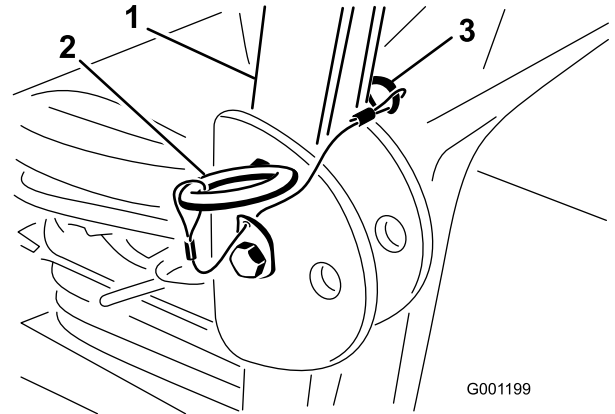

図8
1. 保護バーについているヘアピンコッターを外して、ついてるピン2本を抜き取る 図8。
2. 横転保護バーを立て、ピン2本で固定し、ピンが外れないようにヘアピンコッターで固定する 図8。